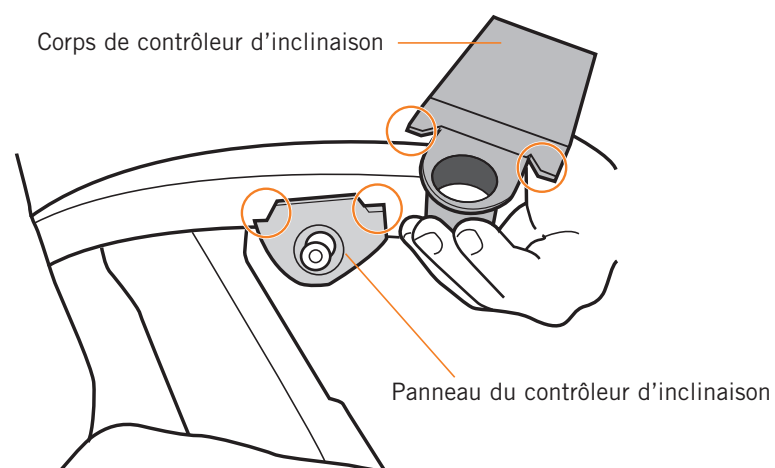

Fig.15
2. Veuillez prendre note de la forme du haut du panneau de commande d'inclinaison et de la forme correspondante du boîtier de contrôleur d'inclinaison (Fig.15).